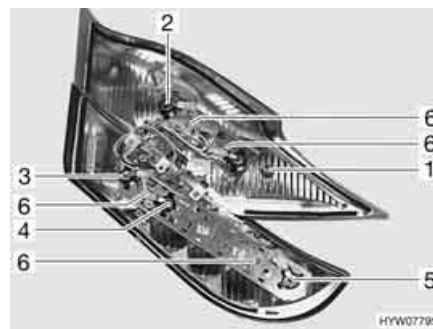

Fig. 239 Luci posteriori (lato posteriore)
- Svitare le due viti Torx (Fig. 239,6) del rispettivo listello di supporto poste sul lato posteriore dell'involucro.